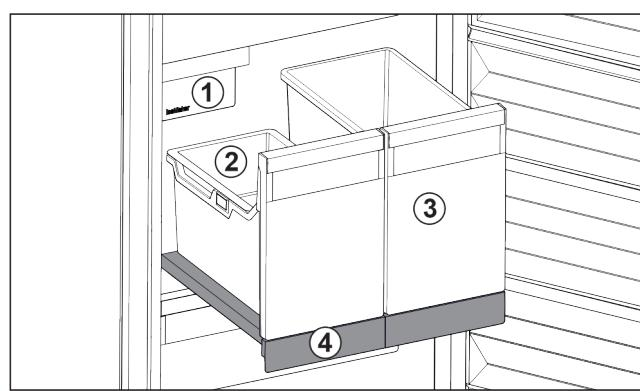

Fig. 99 Изтегляща се дъска с IceTower
Върху изтеглящата се дъска има два високи съда (IceTower). В съда Fig. 99 (2) се събират и съхраняват ледени кубчета от IceMaker. Съдът Fig. 99 (3) е подходящ за съхранение на високи хранителни продукти като пици или алкохолни напитки.